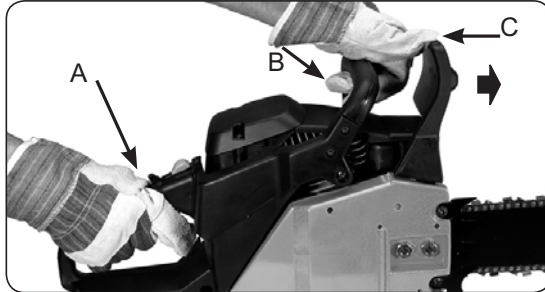

Fig. 8
3. Prenez la poignée arrière (A) avec la main droite. (Fig. 8)
4. Avec la main gauche attrapez fermement la poignée avant (B) et non le levier du frein de chaîne (C).
5. Appuyez la gâchette d'accélération jusqu'à 1/3 ensuite activez immédiatement le levier du frein de chaîne (C).